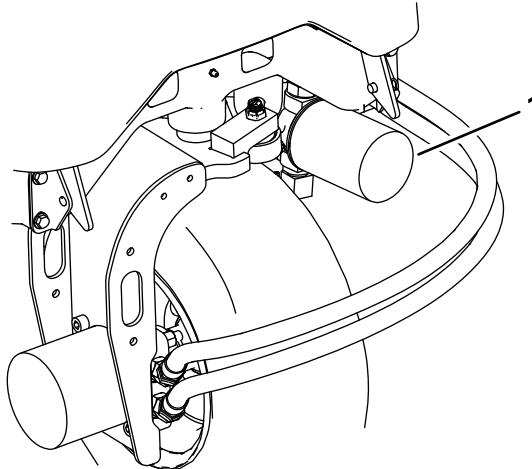
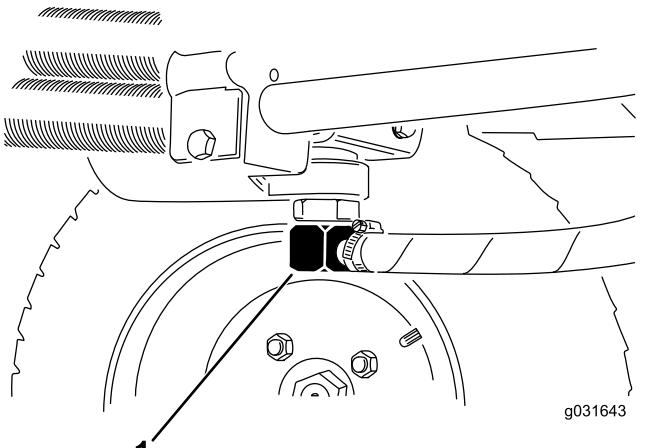

Рисунок 63
Рисунок 64
3. Очистите область вокруг места крепления фильтра и установите сливной поддон под фильтр (Рисунок 63).
2. Отсоедините гидропровод или снимите гидравлический фильтр и дайте гидравлической жидкости стечь в сливной поддон (Рисунок 63 и Рисунок 64).
3. Когда гидравлическая жидкость перестанет вытекать, установите гидропровод на место (Рисунок 64).